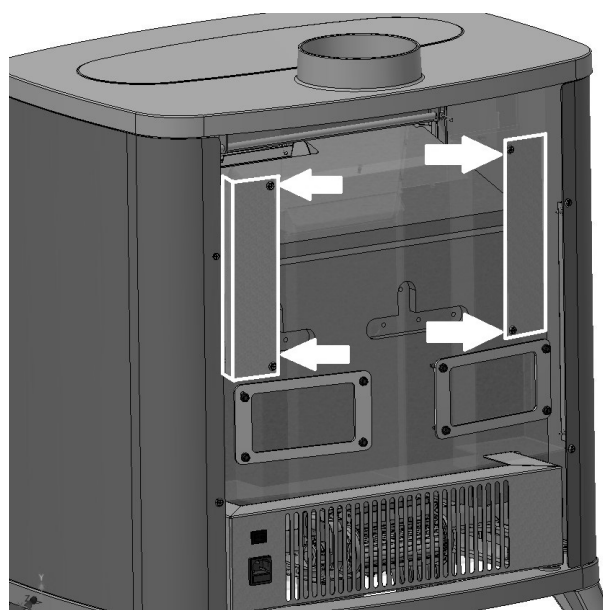

Fig. 16 - Revisser les étriers
- Pour fermer les trous, revisser les étriers opposés **Fig. 16**.